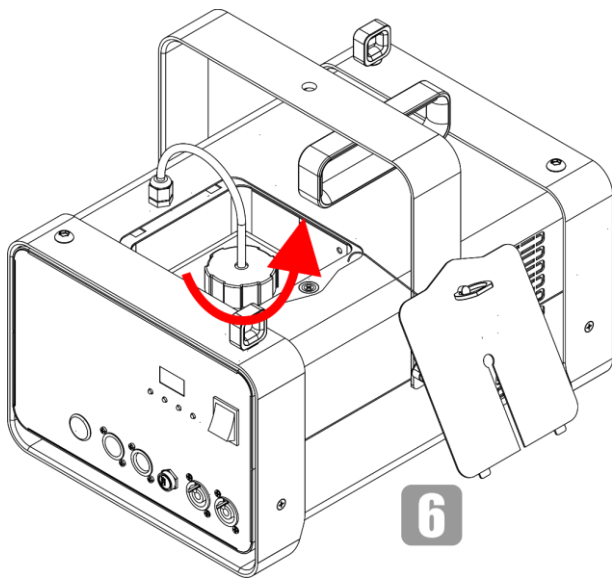

Fig. 25
- 06) Desenrosque la tapa del depósito de fluido como se indica en la Fig. 25.